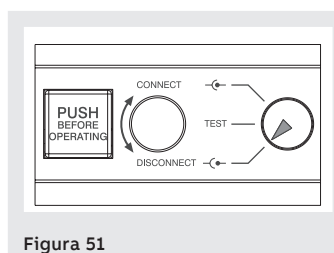

Figura 51
- interruttore in posizione di estratto (vedi Figura 51)